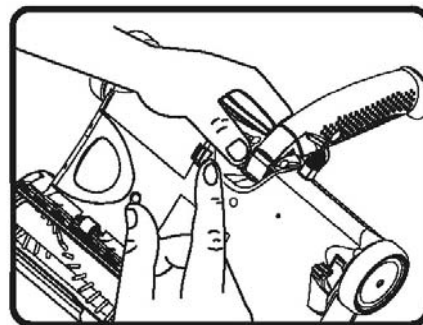

Fig. 17
2. De vuelta la unidad de modo que la base quede mirando hacia arriba. Tenga cuidado de no encender la unidad. (Fig. 17)